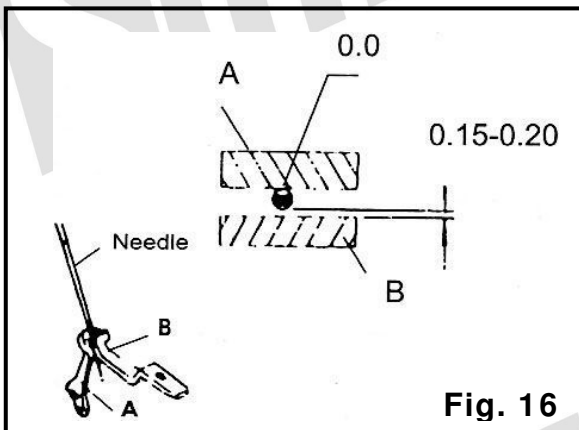

Fig. 16
5. **Agulha e protetor da agulha Fig.16**